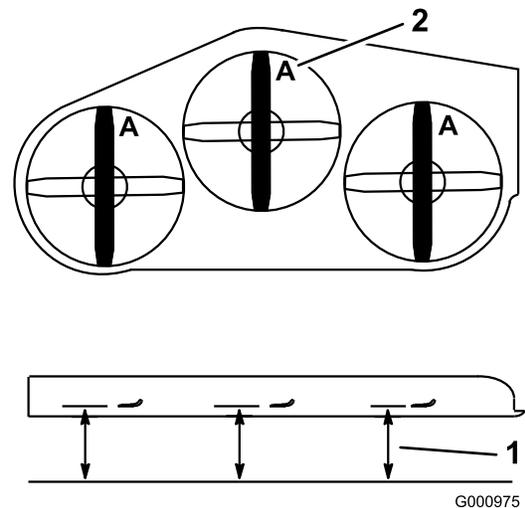

Figura 67
2. Mida desde una superficie nivelada hasta el filo de corte, posición **A**, de las cuchillas (Figura 67).